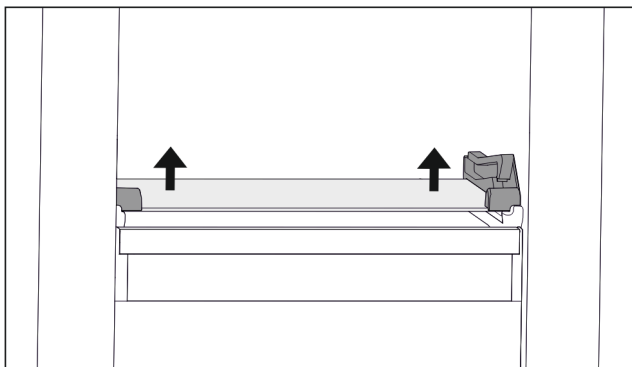

Fig. 66 Скляна пластина відкидного висувного ящика
- ▶ Скляну пластину натиснути з обох боків знизу вгору. (див. Fig. 66)